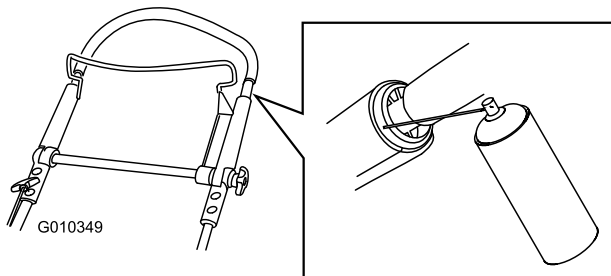

Figura 47
1. Rocíe sobre el extremo de plástico exterior del manillar interior (Figura 47).